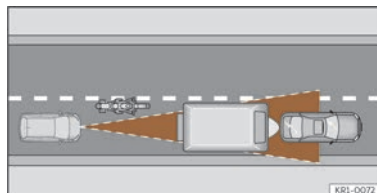

Fig. 144 Motociclista circulando por delante fuera del radio de acción del sensor de radar.
- Vehículos que circulen desalineados o fuera de la zona de detección del sensor, por ejemplo, motocicletas >>> **fig. 144**.